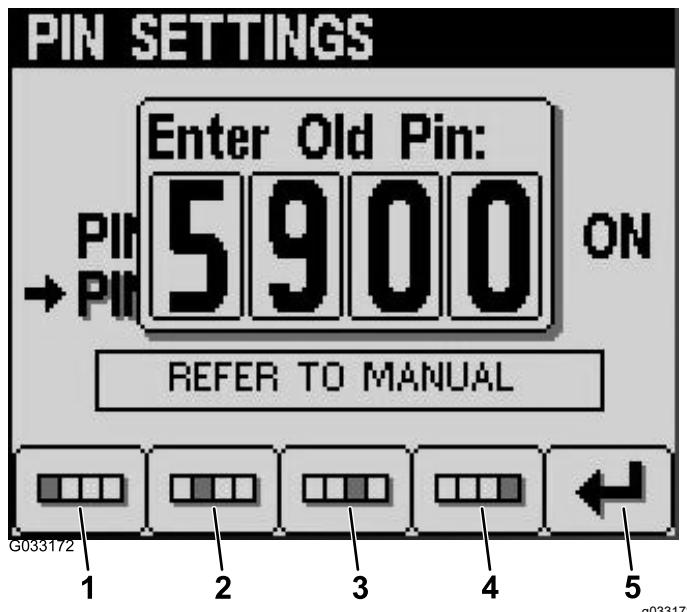

Figura 15
- Inserite il vecchio codice PIN utilizzando i pulsanti da 1 a 4 e premete il pulsante 5 quando avete completato il PIN (Figura 15).